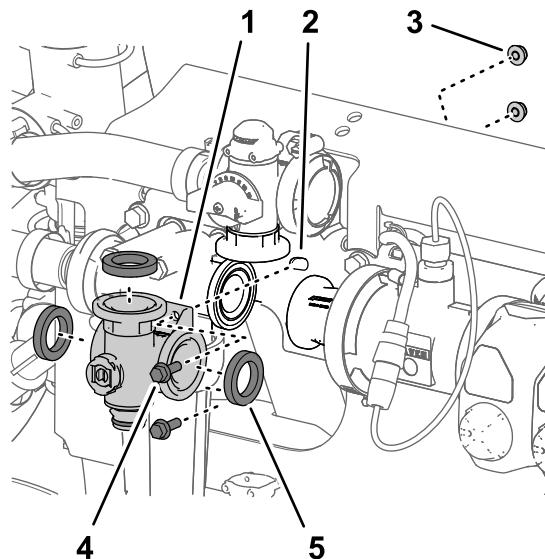

Figura 109
3. Rimuovete i 2 bulloni a testa flangiata ($\frac{1}{4}$ " x $\frac{3}{4}$ ") e i 2 dadi di bloccaggio flangiati ($\frac{1}{4}$ ") che fissano il collettore della valvola dell'agitatore al supporto della valvola (Figura 109).
4. Rimuovete il collettore della valvola dell'agitatore e le guarnizioni dalla macchina (Figura 109).